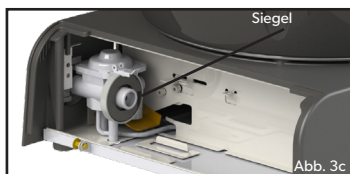

Abb. 3c
- Prüfen Sie, ob die Dichtung (Abb. 3c) vorhanden und in gutem Zustand ist, bevor Sie die Kartusche anschließen.